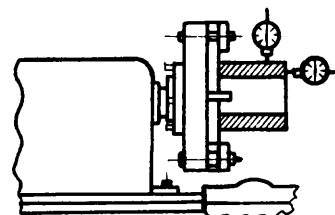

Fig. 5
B) usando indicador comparador, cuando la pieza tiene partes ya maquinadas y se exige centrado preciso. fig. 5.